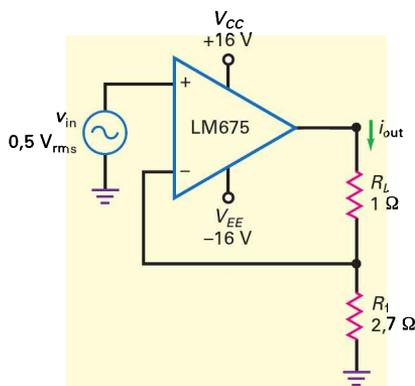

Figure 17.18
- 17.11 **III Multisim** Que vaut le courant de sortie sur la figure 17.18 ? La puissance sur la charge ?
17.12 Si la résistance de charge passe de 1Ω à 3Ω sur la figure 17.18, que vaut le courant de sortie ? La puissance sur la charge ?
17.13 **Multisim** Si, sur la figure 17.18, la résistance $2,7 \Omega$ devient $4,7 \Omega$, que valent le courant de sortie et la puissance sur la charge ?